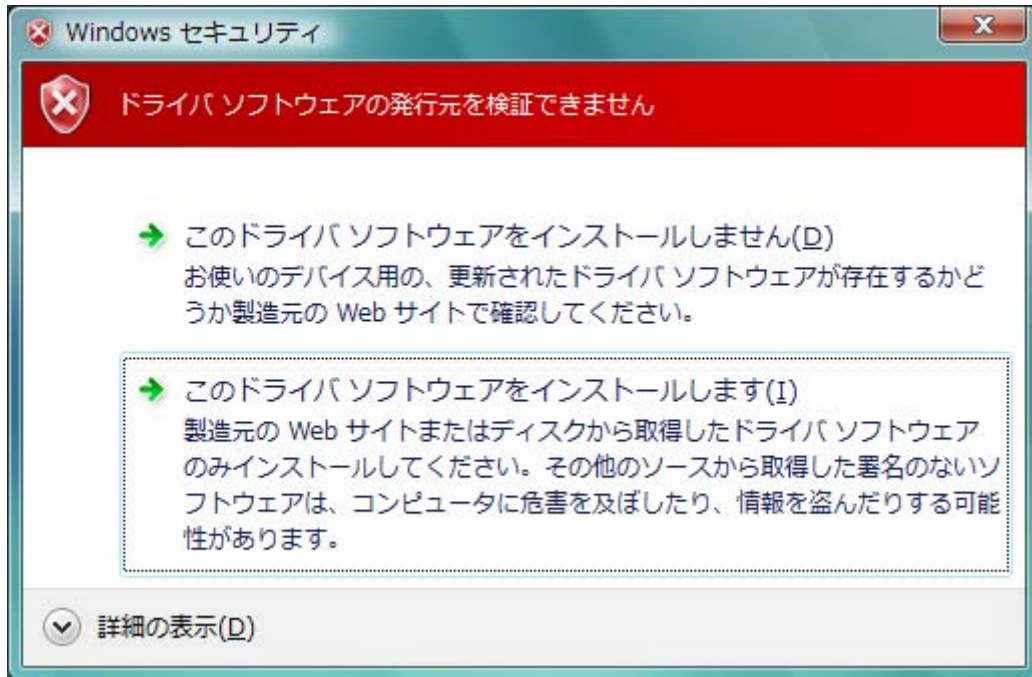

図 3.1.2.1 セキュリティ警告 (Windows Vista) 画面
「次へ」をクリックすると、Windows Vista では「図 3.1.2.1 セキュリティ警告 (Windows Vista) 画面」が表示されますので、「このドライバソフトウェアをインストールします (I)」を選択してください。(Windows XP/Server2003/Server2008 ではメッセージ内容が異なります。インストール継続を選択してください。)